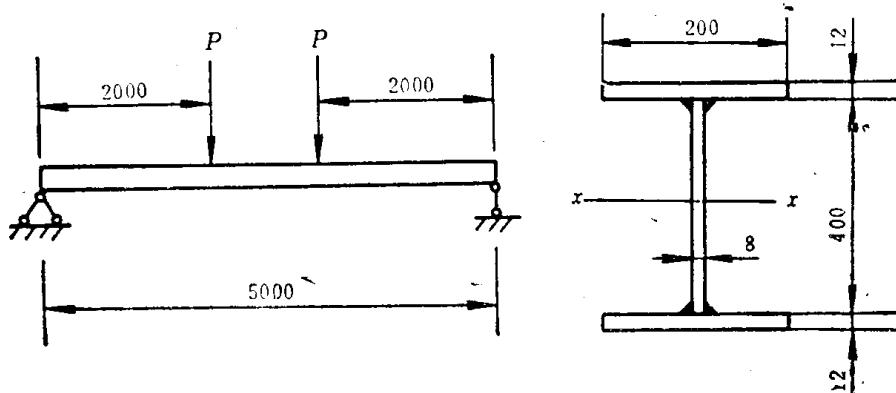

图 4-3
- 4-8 试求受弯构件的最大载荷 P ，构件截面及计算简图如图 4-3 所示。假设构件的整体、局部稳定性已保证，材料为 Q 235，许用应力 $[\sigma] = 175 \text{ MPa}$ ，许用静挠度 $[Y_L] = \frac{L}{1000}$ 。